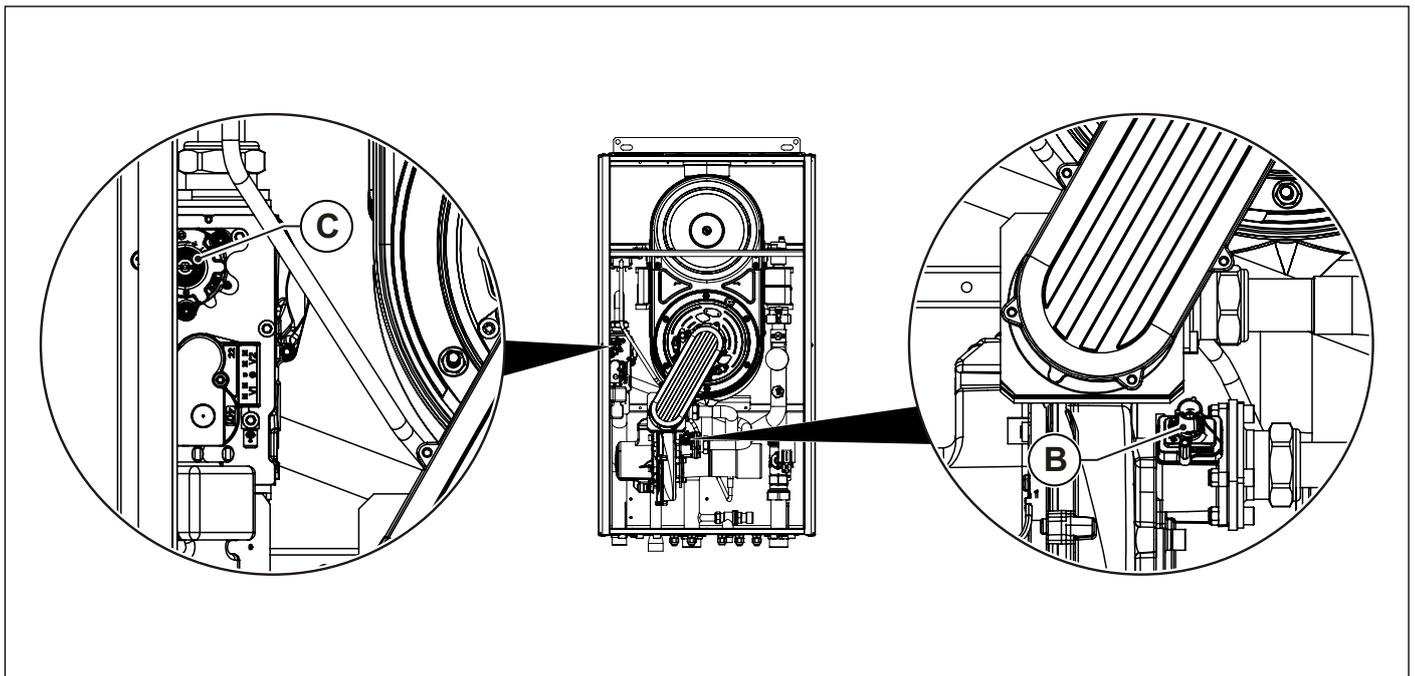

Рис. 29 Регулювання концентрації вуглекислого газу
- Відрегулюйте рівень вмісту вуглекислого газу (CO₂) в димових газах за допомогою відповідного регулятора **В** (дивись Рис. 29 Регулювання концентрації вуглекислого газу) та переконайтеся, що його значення знаходиться у межах, вказаних в Таб. 1 Дані налаштування KR 150.
- Відрегулюйте рівень вмісту вуглекислого газу (CO₂) в димових газах, обертаючи гвинт «offset» **С** (дивись Рис. 29 Регулювання концентрації вуглекислого газу) та переконайтеся, що його значення знаходиться у межах, вказаних в Таб. 1 Дані налаштування KR 150.